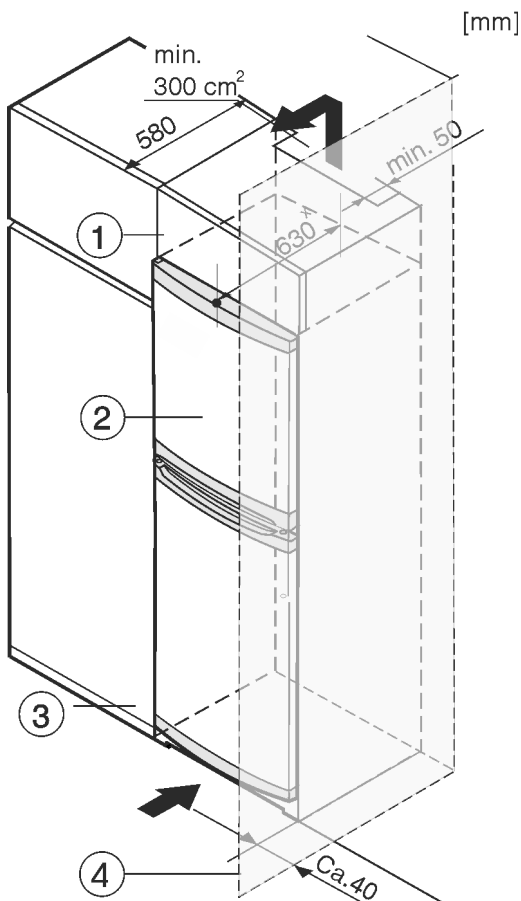

Fig. 8
L'apparecchio può essere incassato in mobili da cucina. Per adattare l'apparecchio Fig. 8 (2) all'altezza della cucina componibile, è possibile applicare sopra l'apparecchio un mobile da appoggio Fig. 8 (1).
Per il montaggio tra due mobili da cucina (profondità max 580 mm) è possibile posizionare l'apparecchiatura direttamente accanto al mobile da cucina Fig. 8 (3). L'apparecchiatura sporge rispetto al frontale del mobile da cucina di 34 mm × ai lati e di 50 mm × al centro dell'apparecchiatura.
Se si installa l'apparecchiatura con le cerniere accanto a una parete Fig. 8 (4), la distanza tra l'apparecchiatura e la parete deve essere di almeno 40 mm, che corrisponde alla sporgenza della maniglia a porta aperta.